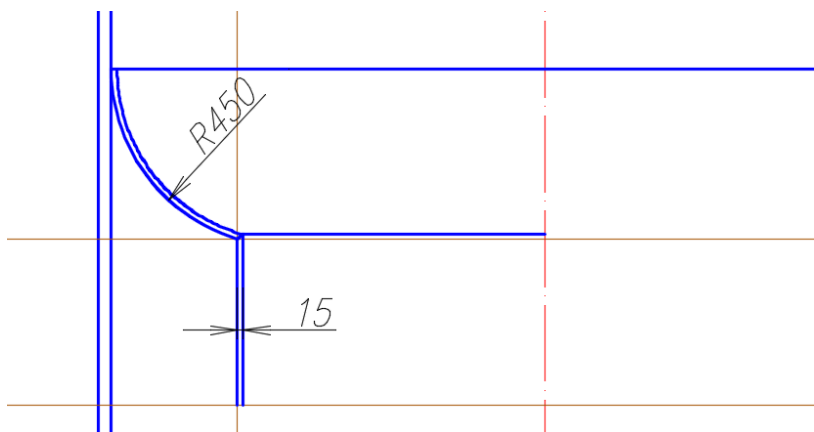

Рис. 99. Схема стенки перераспределительного устройства
5.4. Выполнить толщину стенки перераспределительного устройства: с помощью команды *Смещение* скопировать дугу и вертикальную стенку на расстояние 15 мм вправо (см. рис. 99).